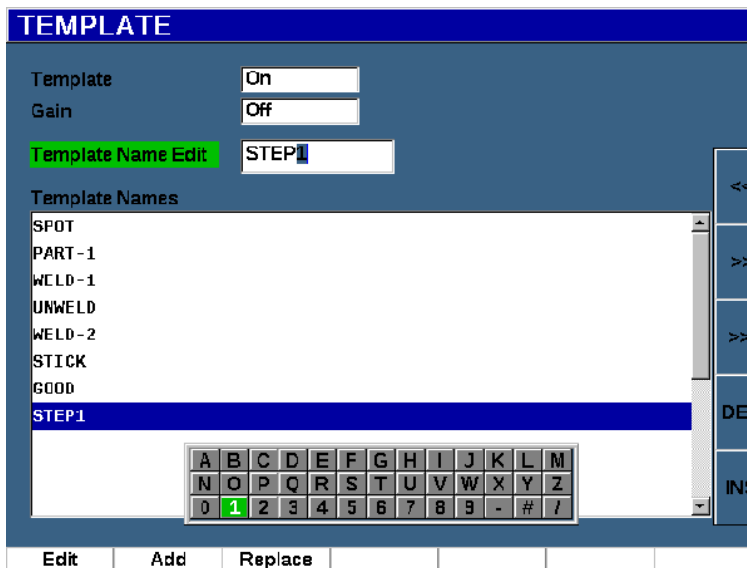

Figura 11-48 Pagina di configurazione dei modelli
2. Premere **Conf.** (tasto P7) per visualizzare la pagina di configurazione Modello (vedere Figura 11-48 a pagina 330).